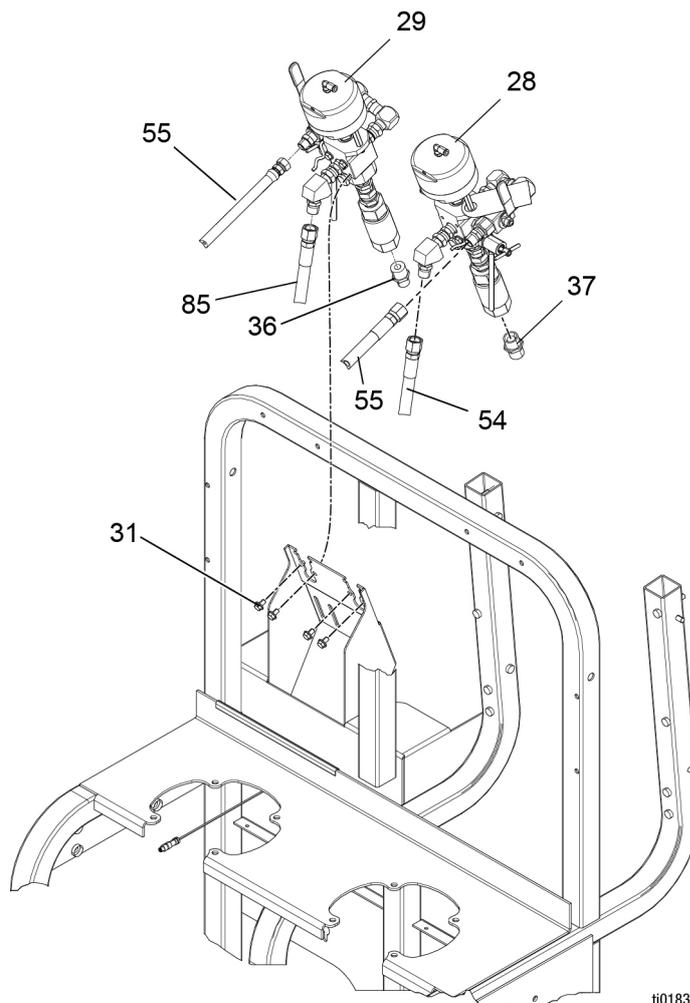

FIG. 6
3. Scollegare tutte le linee del fluido dalle valvole di dosaggio (28 o 29). Vedere FIG. 6.
5. Scollegare il sensore di pressione (831) da FCM (507). Vedere lo **Schemi elettrici**, pagina 46.
6. Rimuovere le due viti (31) che fissano la valvola di dosaggio alla staffa.